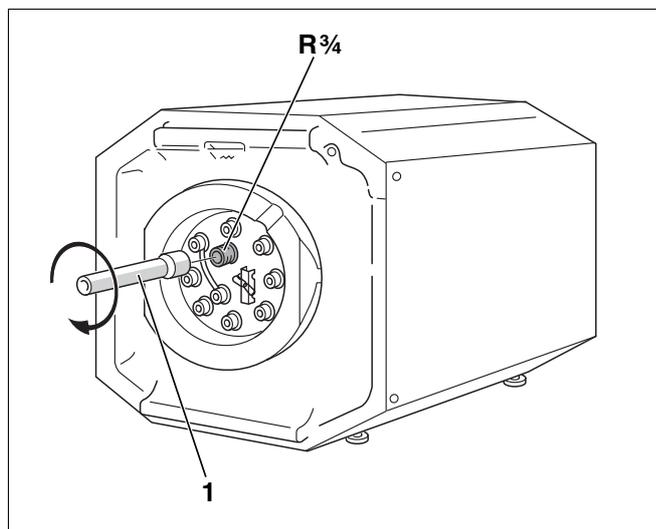

Рис. 6 Установка трубы для транспортировки (передняя сторона бака)
- Изготовить трубу для транспортировки (рис. 6, поз. 1) с муфтой Rp3/4.